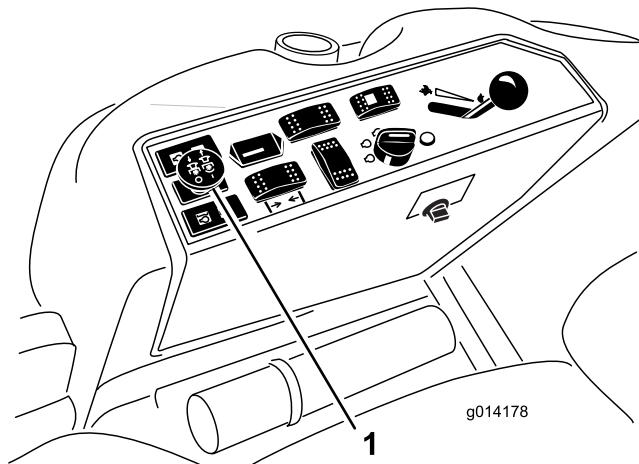

Figura 17
3. Tire del mando de la TDF para engranarla (Figura 17).